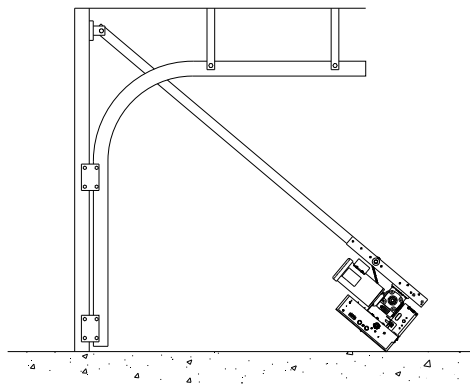

Figure 8 Support mural
6. Le support de montage mural comporte trois trous de boulon pour monter l'extrémité avant des rails du trolley. Ce support devrait être fixé au mur à l'aide de ces trous à 6,4 cm (2,5 po) au-dessus de l'arc le plus élevé de la course de la porte (Figure. 8) On peut installer une cale de bois ou une cornière de métal sur le mur qui servira de point d'attache du support avant.